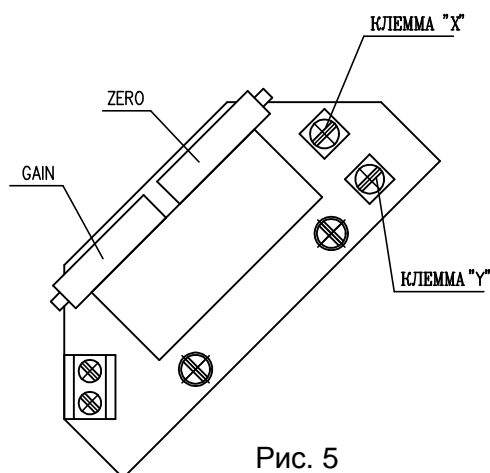

Рис. 5
##### 4.4.1 EPV - 2-проводниковое включение (рис.5)
- Установите омический датчик на основании инструкций в предыдущей главе так, что омическую величину измеряйте на клеммах X-Y (рис.5). (употреблен датчик с омической величиной 100Ω)
- Поворачиванием устанавливающего триммера ZERO (рис.5) установите величину выходного сигнала тока, измеряемого на клеммах 81-82, на величину 4 мА.
##### 4.4.2 EPV - 3-проводниковое включение (рис.5а)
- Установите омический датчик на основании инструкций в предыдущей главе так, что омическую величину измеряйте на клеммах X-Y (рис.5а). (употреблен датчик с омической величиной 2000Ω или 100Ω).
- Поворачиванием устанавливающего триммера ZERO (рис.5а) установите величину выходного сигнала тока, измеряемого на клеммах 81-82, на величину 0 мА или 4 мА.
- Поворачиванием устанавливающего триммера GAIN (рис.5а) установите величину выходного сигнала тока, измеряемого на клеммах 81-82, на величину 20 мА или 5 мА.
Рис. 5а